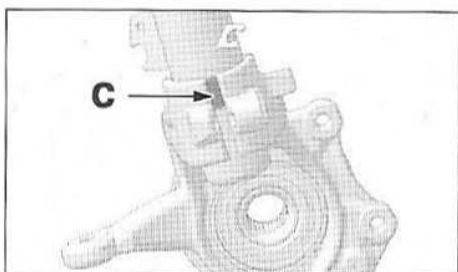

FIG.13
- Placer le bossage (c) à la base de l'élément de suspension dans l'ouverture du pivot (Fig.13).